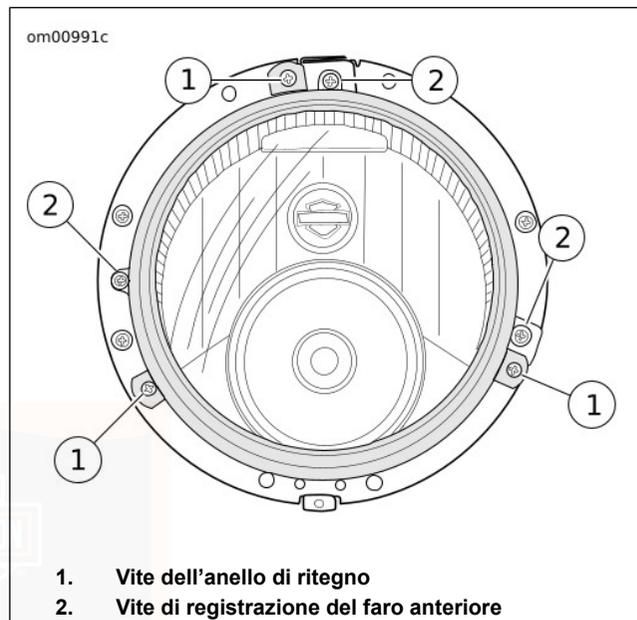

Figura 79. Anello di ritegno del faro anteriore
3. Vedere Figura 79. Rimuovere le viti (1) che fissano l'anello di ritagno.
2. Vedere Figura 79. Fissare il gruppo del faro con l'anello di ritegno e le viti (1). Serrare ad una coppia di 2,6–2,9 N·m (23–26 **in-lbs**).